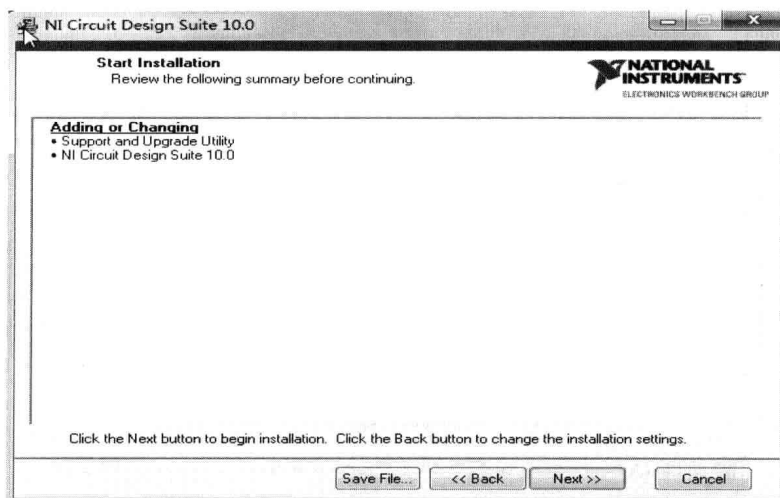

图 1-7 确认安装的内容
(6) 这时弹出的操作为显示已经设置好的信息，安装的特征，如图 1-7 所示。用户如果需要更改，可点击返回 (Back) 进行操作。如果没有问题，直接单击 Next 按钮进入软件的安装。